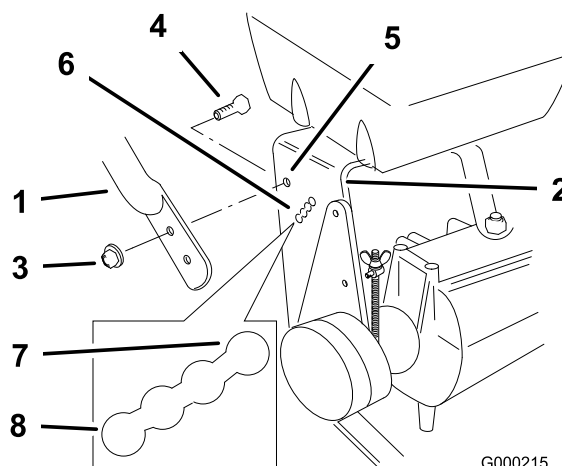

Figure 22
2. Desserrez les boulons à embase supérieurs (3/8 x 1 po) et l'écrou à embase de fixation du guidon au bâti arrière (Figure 22).
3. Enlevez les boulons à embase inférieurs (3/8 x 1 po) et les écrous à embase de fixation du guidon au bâti arrière (Figure 22).